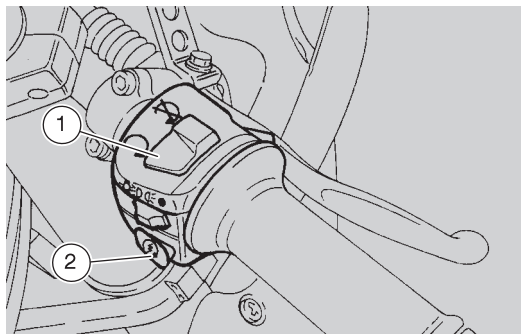

Fig. 23
- placer l'interrupteur d'arrêt du moteur (1 - Fig. 23) en position "O";
- agir sur le poussoir de démarrage "⊕" (2 - Fig. 23), avec la poignée de commande du gaz relâchée.